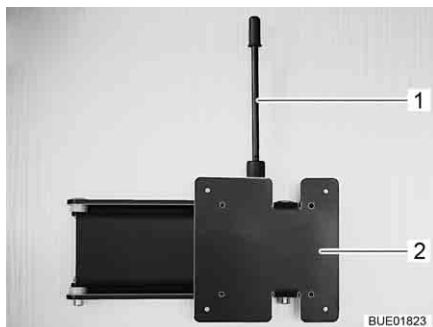

Bild 104 Vägghållare
- Dra låsspaken (Bild 104,1) uppåt och sväng fästet (Bild 104,2) med den platta bildskärmen till önskat läge.